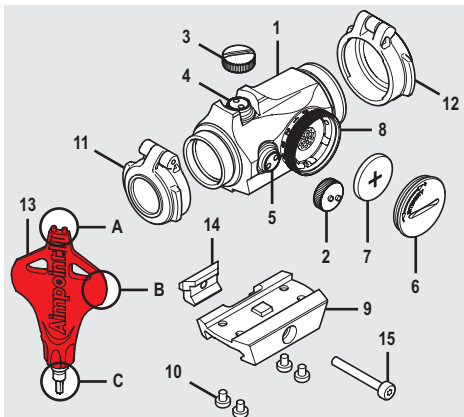

Fig. 1
- Skruva ur Batterilock (6) med hjälp av Verktyget (13B).
- Sätt i batteriet (CR2032) med pluspolen (+) mot Batterilock (6) som kan ses i Fig 1.
**WARNING:** Kontrollera att o-ringen på Batterilock (6) är på plats och oskadad för att förhindra vattenläckage.
- Sätt Vridomkopplaren (8) på intensitetsnivå 12 (max.) och skruva i Batterilocket (6) med hjälp av Verktyget (13B). När du känner ett motstånd, fortsätt skruva tills batterilocket kommer till ett **stopp**.
- Verifiera att den röda punkten lyser och att det **inte** finns något glapp mellan Batterilock (6) och batterihus.